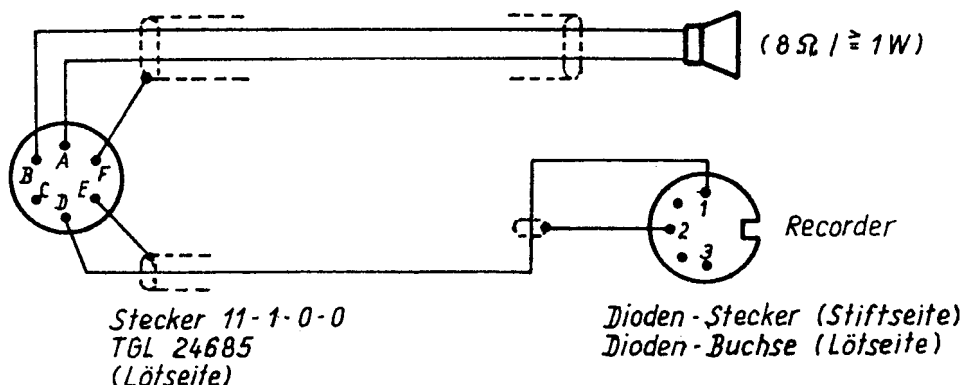

Bild 6
Beide Anschlüsse an Buchse (8) entsprechend Bild 6 vornehmen. Es ist ein Adapterkabel anzufertigen.